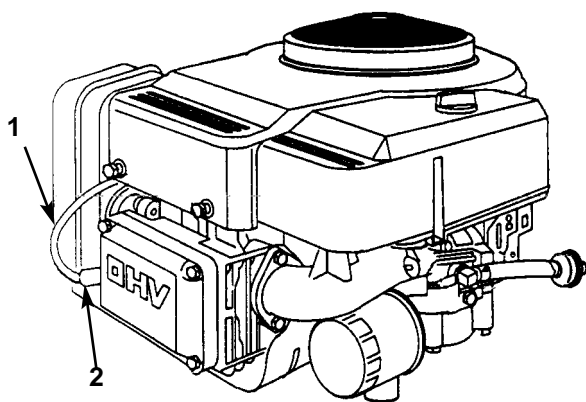

Fig. 23
3. Togliete il cappellotto dalla candela (Fig. 23) e pulite attorno alla candela per impedire che lo sporco penetri nel motore e lo danneggi.